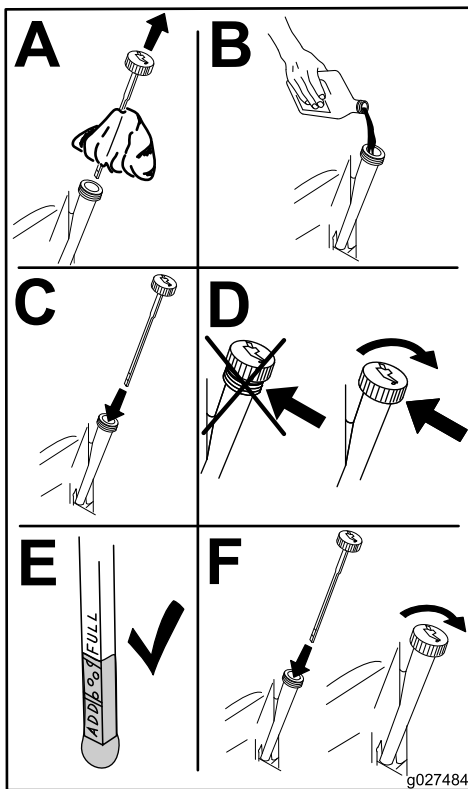

Figura 43
6. Deite cerca de 80% do óleo especificado no tubo de enchimento e adicione lentamente o óleo adicional até chegar à marca **Full (cheio)** (Figura 43).